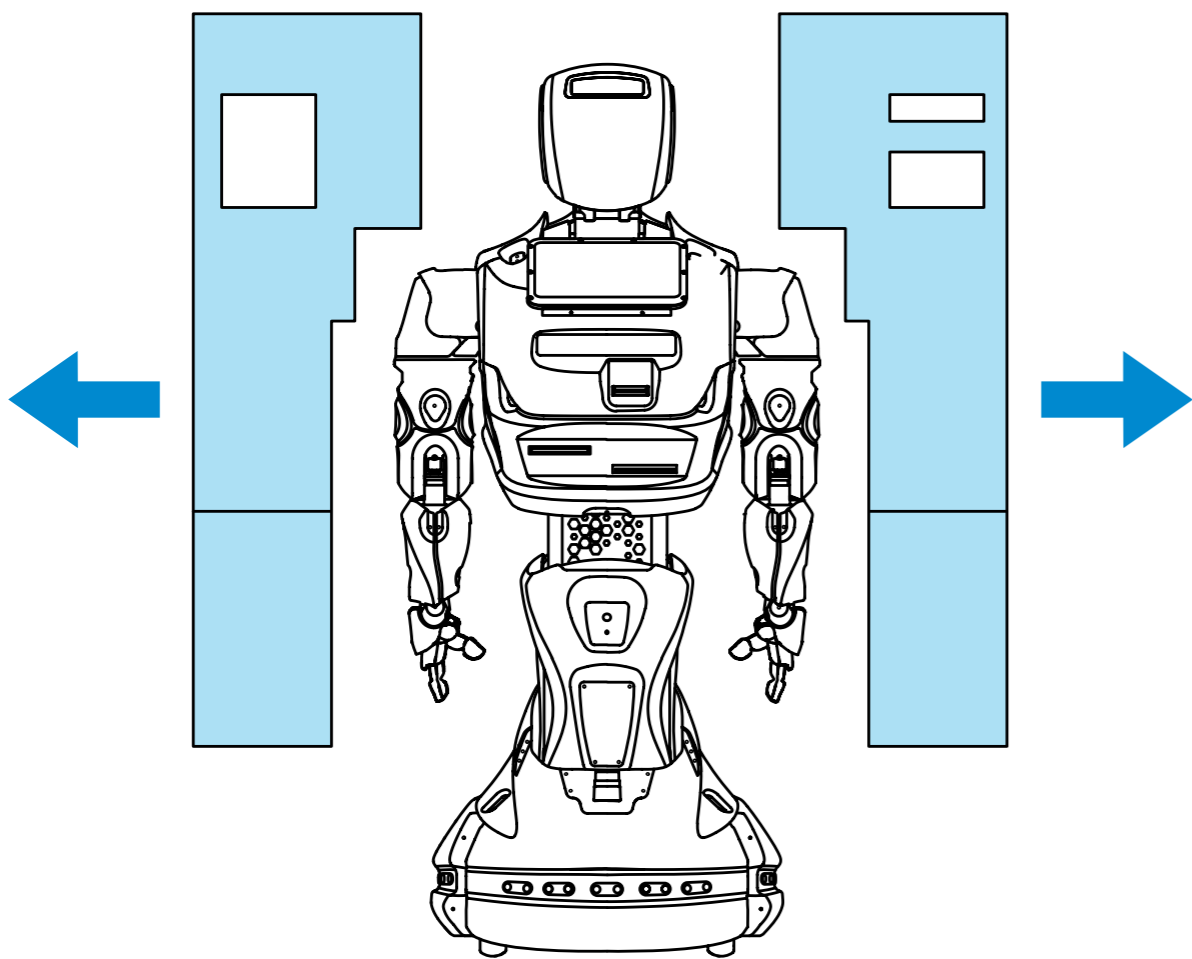

Рисунок 5.9. Извлечение робота из ложемента
7. Снимите два элемента ложемента с робота аккуратно потянув их в стороны (рис. 5.9).